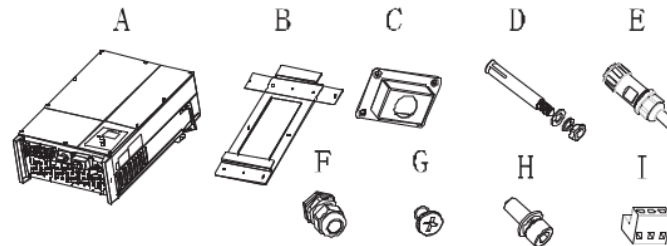

Fig.4.1
- Zamontuj ramę na ścianie jak na rysunku poniżej, należy zastosować się do rysunku w kwestii skręcania śrub. Zmontuj śrubę rozporową zgodnie z rysunkiem Fig 4.1.(element D)